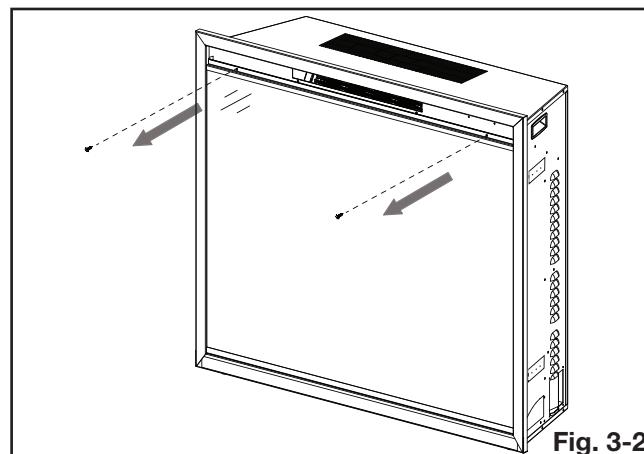

Fig. 3-2
2. Avec une main sur le verre pour le prévenir de tomber, retirez les 2 vis servant à fixer la porte vitrée en place (**Fig. 3-2**).